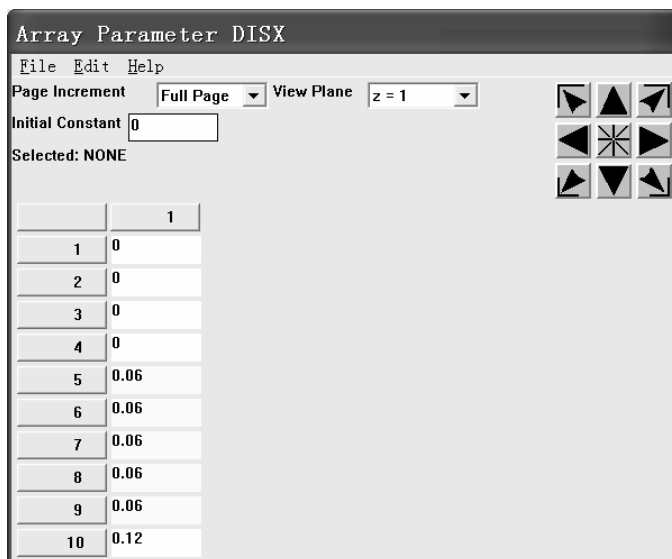

图 10-99 “Array Parameter DISX” 窗口
(18) 单击“Array Parameter TIMEX”窗口左上角的“File”下拉菜单，再单击下拉菜单中出现的“Apply”，再次单击“Array Parameter TIMEX”窗口左上角的“File”下拉菜单，接着单击下拉菜单中出现的“Quit”返回到“Array Parameters”窗口。
(19) 用鼠标左键单击选中“Array Parameters”窗口中的“DISX”，然后单击“Edit...”按钮，弹出“Array Parameter DISX”窗口（见图 10-99）。在“Array Parameter DISX”窗口左下方的 10 个方框中依次填入“0”、“0”、“0”、“0”、“0.06”、“0.06”、“0.06”、“0.06”、“0.06”、“0.12”。